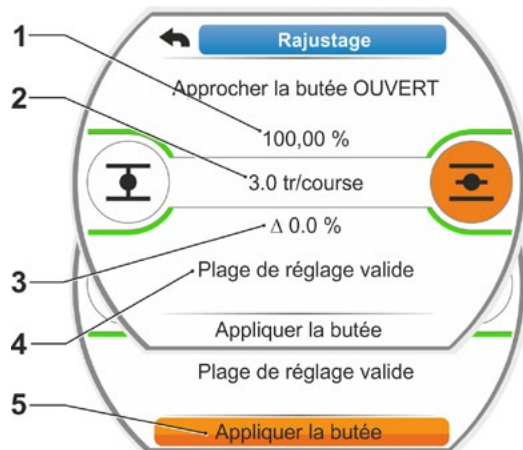

Fig. 3 : approcher et appliquer la nouvelle position de butée
- la position actuelle en pourcentage à l'intérieur de la course de réglage (Fig. 3, Pos. 1) ; la course de réglage en tours par course sans prise en compte d'un réducteur supplémentaire (Fig. 3, Pos. 2) ;
- le message indiquant que la plage de réglage est valide (Pos. 4). En cas de plage de réglage valide, la butée peut être appliquée (5).
7. Placer la surbrillance sur « Appliquer la butée » (Fig. 3, Pos. 5) et confirmer. Un message confirme la réussite du rajustage (Fig. 4).